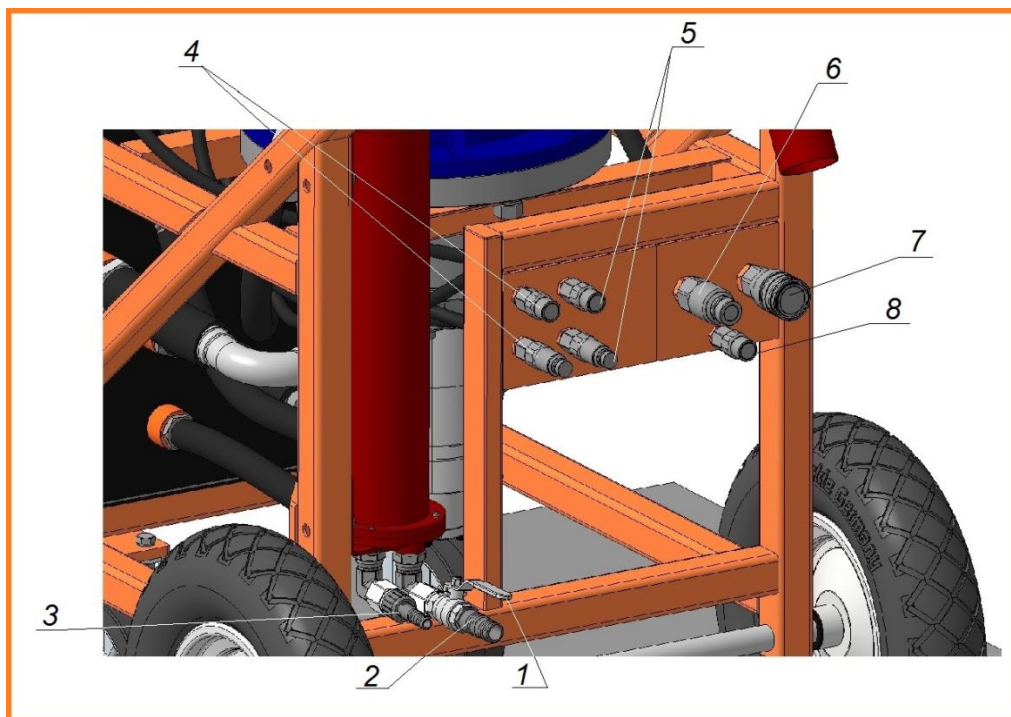
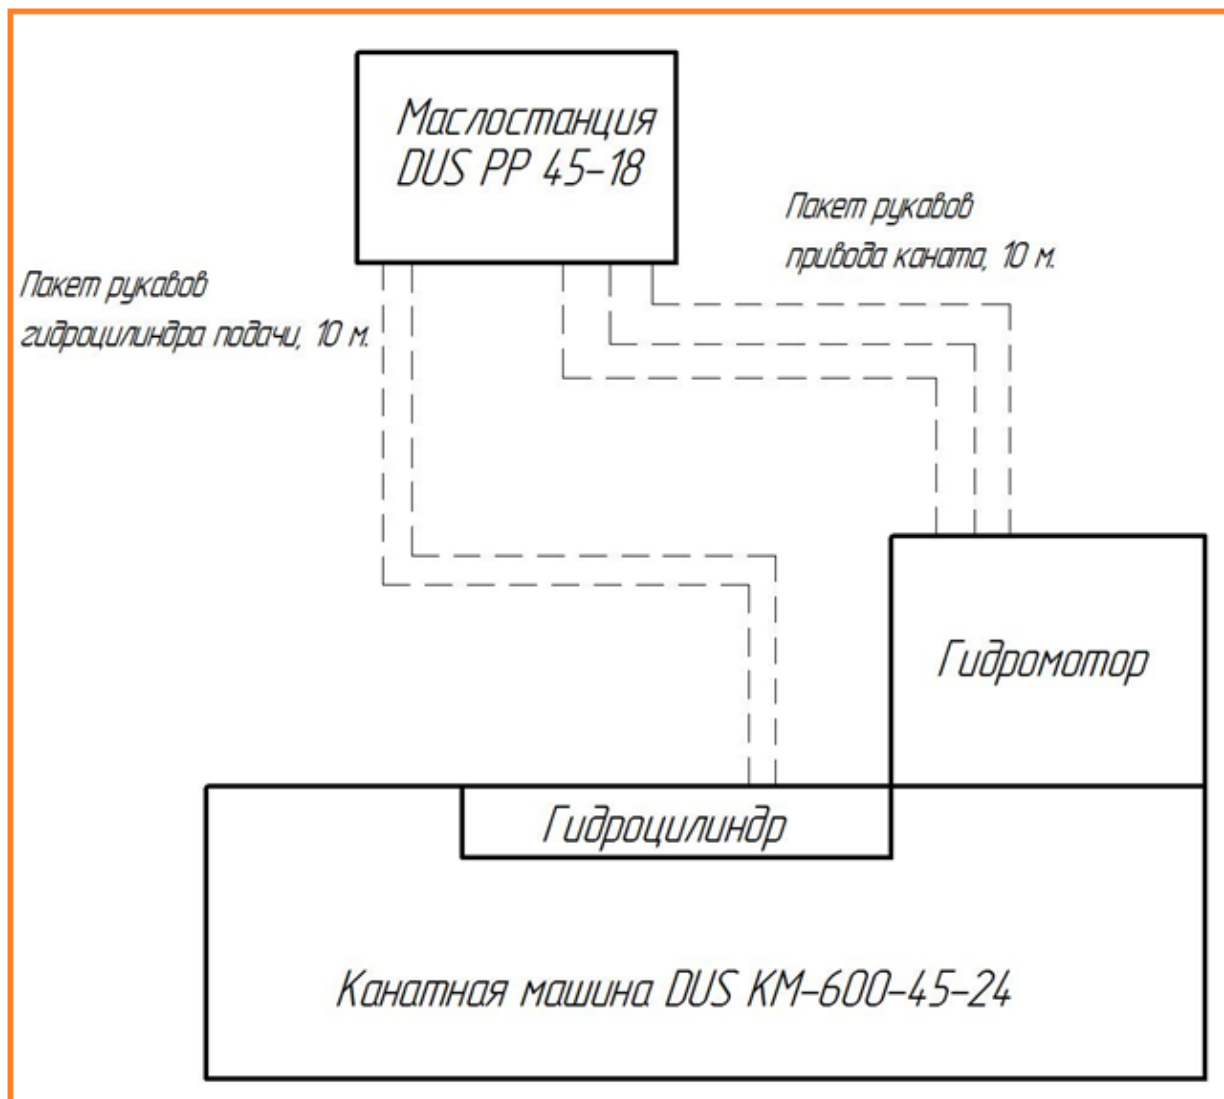

Рис. 11. Разъемы для подключения охлаждающей жидкости (воды) к маслостанции; подключение рукавов высокого давления (РВД) исполнительного механизма.
Рис. 14. Подключение маслостанции к гидравлической канатной машине
1. Подключите маслостанцию к канатной машине и проверьте систему на функционирование в соответствии с разделом 4 и рис.14 настоящей инструкции. Для управления гидроцилиндром используйте контур управления 1 (Распределитель 1 - рис.4, п.6, гидроразъемы 1-го контура управления рис.11, п.5).